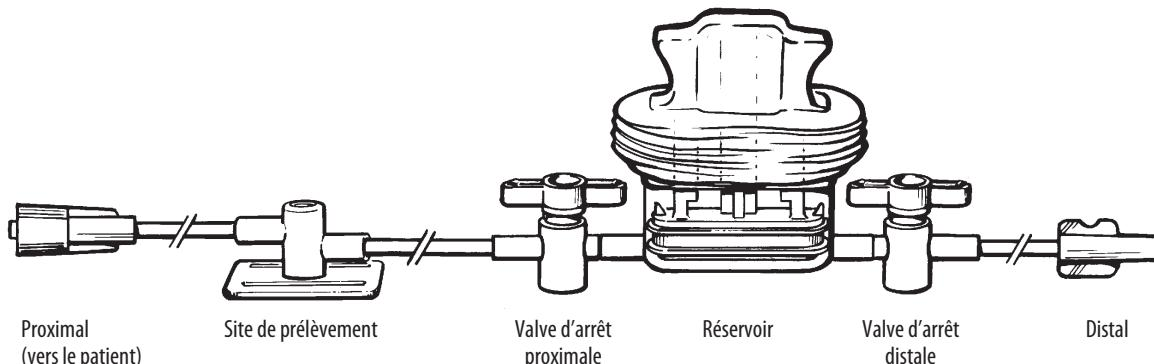

Figure 1
5. Connecter solidement l'extrémité proximale du kit avec raccord Luer Lock mâle au cathéter prérempli (Figure 1).